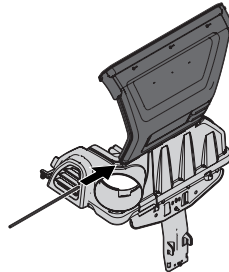

Figura 11
5. Coloque la cubierta superior de la embolsadora, para lo que debe alinearse las lengüetas de la cubierta y deslizar el pasador de bisagra en el canal como se muestra en la Figura 11.